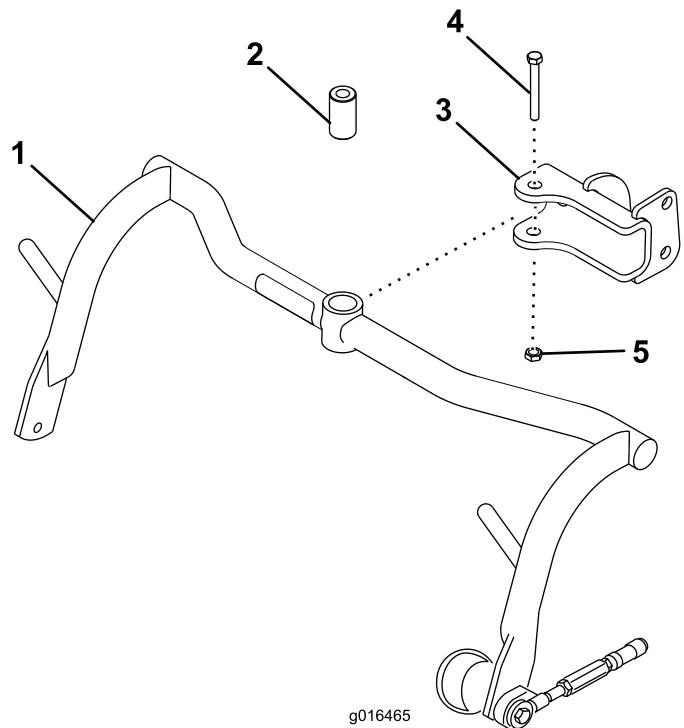

Figura 8
- Monte un conjunto de bastidor de tiro en cada horquilla con un suplemento, un perno de 1/2 x 3-1/4 pulgadas y una contratuerca de 1/2 pulgada (Figura 8). Apriete a 91–113 N·m.